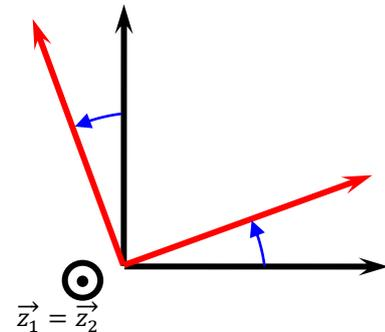

Figure 2
- identifier le vecteur commun aux deux bases, le faire apparaître sur la figure ici (\vec{z}_1) (fig. 2) :